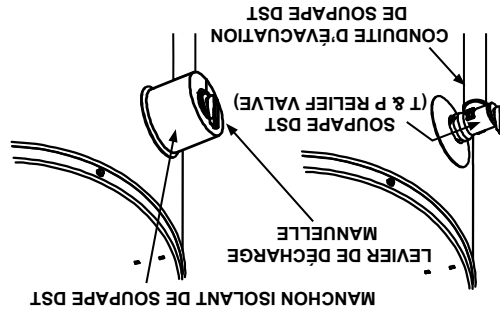

FIGURE 13B.
1. Repérer la soupape de décharge à sécurité thermique sur le chauffe-eau (également connue sous le nom de soupape DST). Voir la Figure 13B.